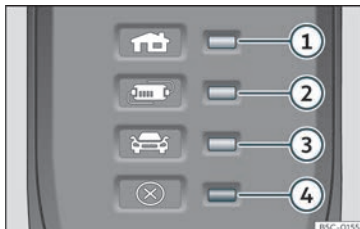

Fig. 195 No cabo de carregamento para tomadas de corrente: Luzes de controlo do dispositivo de proteção.
>>> Fig. 195:
O dispositivo de proteção eletrónico >>> Fig. 195 faz com que o conector de carregamento permaneça sem corrente até se ligar na tomada de carregamento do veículo.
Uma ou várias luzes de controlo»» Fig. 195
Indicação »» Fig. 195	Significado
Se a luz de advertência ④ vermelha piscar ou acender sem que se acenda por sua vez de forma permanente uma luz de controlo »» Fig. 195 ①, ② ou ③ o indicador de funcionamento, há uma avaria.